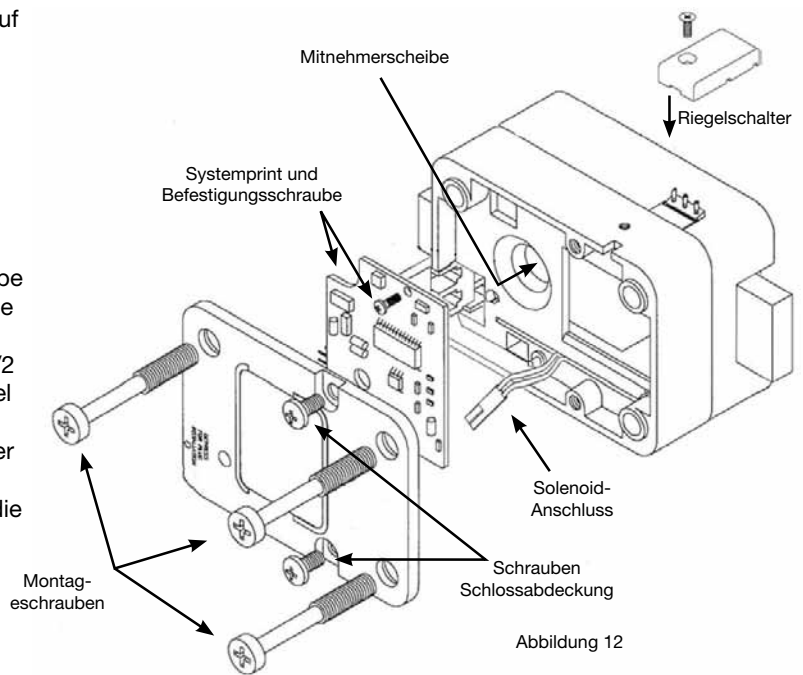

Abbildung 12
8. Die zwei Schrauben der hinteren Abdeckung der Schlosseinheit lösen und Abdeckung entfernen (Abbildung 12).
9. Das Solenoid-Anschlusskabel vorsichtig vom Anschluss auf dem Systemprint abziehen (falls zutreffend, Anschlusskabel des Riegelschalters vorsichtig vom Anschluss auf dem Systemprint abziehen) (Abbildung 12).
10. Befestigungsschraube lösen und Systemprint vorsichtig aus dem Gehäuse ausbauen (Abbildung 12)
13. Als Nächstes drehen Sie die Spindel mindestens eine 1/2 Umdrehung im Gegenuhrzeigersinn bis die Nut in der Spindel exakt auf die Rille des Mitnehmerscheibe für die zutreffende Schlossausrichtung ausgerichtet ist. Die korrekte Position der Rille für die in Abbildung 12 gezeigte Schlossausrichtung ist RH. Beachten Sie dazu die folgenden **Splintpositionen** für die verschiedenen Schlossausrichtungen